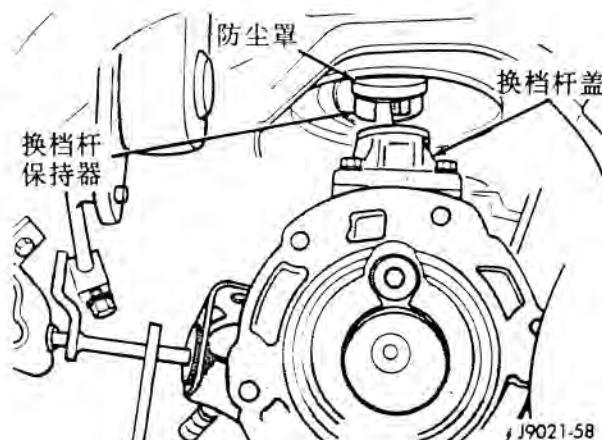

图 5 换档杆的拆装
- (1) 把变速器换入一档或三档，然后在举升器上把车辆升起。
- (2) 用可调节的千斤顶支撑住发动机。在千斤顶和油底壳之间一定要垫上木块。
- (3) 如果需要的话，先拆下加强支撑板再拆下后横梁。
- (4) 断开分动器换档联杆、车速表、传动软轴、分动器真空管束和离合器液压管路。
- (5) 降低变速器和分动器总成以便接近换档杆，降低高度不能大于 75 毫米 (3 英寸)。
- (6) 伸手向上抱住变速器，从两侧把换档杆防尘罩从变速器换档杆盖上抠起 (图 5)。把在换档杆上的防尘盖向上移，以便接近换档杆的保持器，保持器确保换档杆被定位于换档杆盖上。
(7) 使换挡杆与变速器脱开。伸手向上抱住变速器，用手指压下换挡杆保持器，逆时针旋转松开保持器。然后把换挡杆和保持器提出换挡杆盖（图 5）。